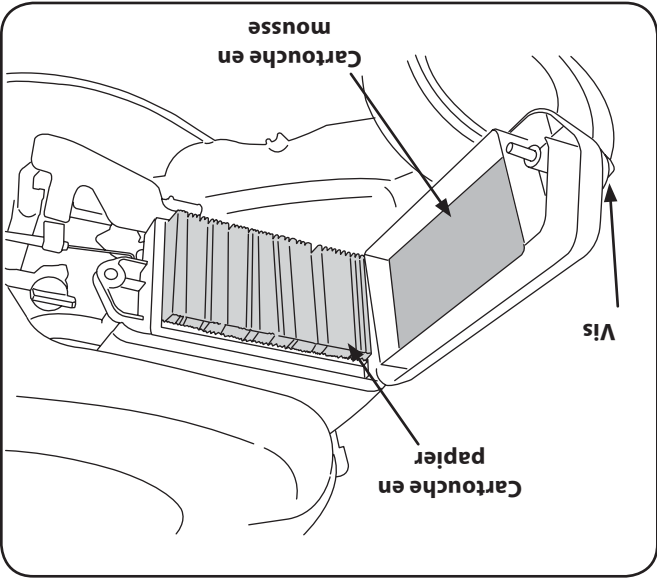

Figure 6-3
1. Enlevez le boulon à oreilles et le couvercle du filtre à air. Sortez les cartouches en mousse et en papier et séparez-les. Voir la Figure 6-3. Remplacez la cartouche en papier si elle est sale ou endommagée. Nettoyez la cartouche en mousse ou remplacez-la si elle est endommagée.